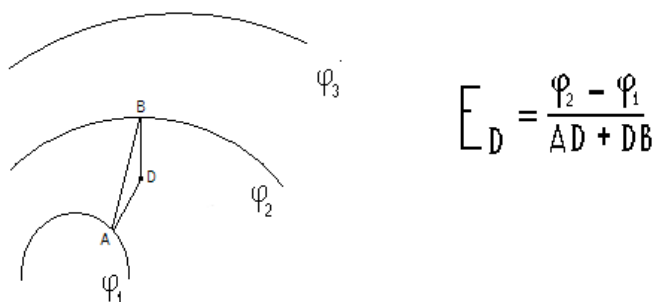

Рис. 5. Определение величины напряженности E_D электростатического поля в произвольной точке D фрагмента эквипотенциальных поверхностей.
Для определения напряженности электростатического поля E в любой точке физической модели используем градиент потенциала (16), учитывая, что *линия напряженности электростатического поля перпендикулярна эквипотенциальной поверхности* (Рис. 5). AD перпендикулярна эквипотенциальной линии с потенциалом φ_1 ; BD - эквипотенциальной линии с потенциалом φ_2 .
1. Произвольно постройте прямоугольный замкнутый контур, такой, чтобы на его сторонах укладывалось целочисленное значение элементов Δl . С целью облегчения оформления результатов измерений их можно разделить на суммы произведений $E \cos \alpha$ (19) на отрезках АВ, ВС, CD, DA.
2. Осуществите графическое построение векторов напряженностей \mathbf{E} через центры элементов Δl . В соответствии методики Рис. 5 проведите расчет величины вектора \mathbf{E} в этих центрах. Измерьте углы α для каждого из элементов. Составьте таблицу и, результаты исследований занесите в нее.
3. Оцените модель электростатического поля на предмет его принадлежности к потенциальному полю (10).
4. Будем считать, что внутри первой эквипотенциальной линии электростатическое поле определяется лишь зарядом q , находящимся в центре линии φ_1 . Какова величина заряда q (13), чтобы в месте расположения первой эквипотенциальной линии был потенциал φ_1 .
5. Для Вашего варианта, при этом же условии, определите величину напряженности \mathbf{E} (3) в месте расположения линии φ_1 .